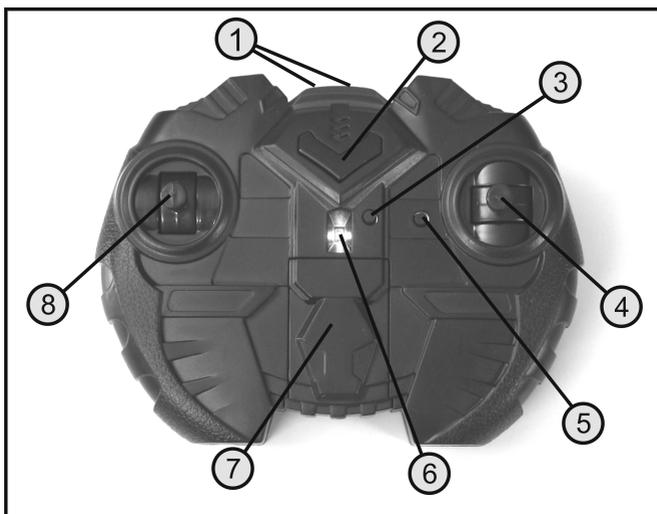
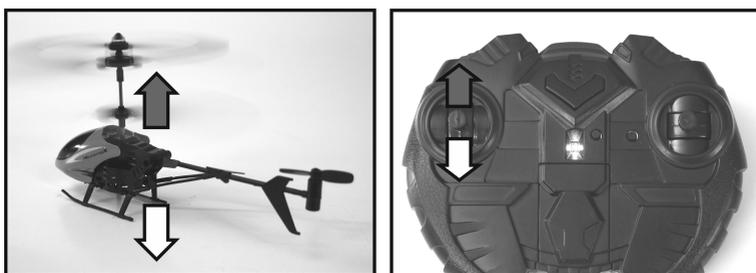

Figure 1
Figure 9
Tenez l'émetteur IR avec deux mains et actionnez les deux leviers de commande (voir figure 1, pos. 4 et 8) à l'aide des pouces. Il est important de toujours « pointer » les diodes de l'émetteur IR (voir figure 1, pos. 1) dans la direction du modèle pour une transmission optimale du signal.
Abaissez complètement le levier de commande pour la fonction de tangage (voir figure 1, pos. 8) et appuyez sur la touche marche/arrêt (voir figure 1, pos. 2). La LED rouge de l'émetteur clignote lentement.
À présent, relevez complètement le levier de commande pour la fonction de tangage (voir fig 1, pos. 8), puis abaissez-le de nouveau complètement. La LED de l'émetteur s'allume alors en permanence.
La fonction de tangage permet de contrôler l'altitude de vol de l'hélicoptère (voir figure 9). La commande s'effectue au moyen du levier de commande de gauche (voir aussi figure 1, pos. 8). Pour ce faire, il peut être déplacé vers le haut à partir de la position inférieure. Comme les angles d'incidence des pales des rotors ne peuvent pas être modifiés, l'altitude de vol se règle en ajustant simultanément la vitesse de rotation des deux rotors.
La commande de la fonction arrière a lieu au moyen du levier de commande de droite (voir figure 1, pos. 4). Si vous poussez le levier légèrement vers la gauche, la pointe du fuselage tourne vers la gauche. Si vous pilotez vers la droite, la pointe du fuselage tourne également vers la droite.
L'hélicoptère décolle alors et, s'il est correctement réglé, il vole droit devant. L'hélicoptère modifie son altitude de vol en fonction de la position du levier de commande pour la fonction de tangage (voir aussi figure 9).